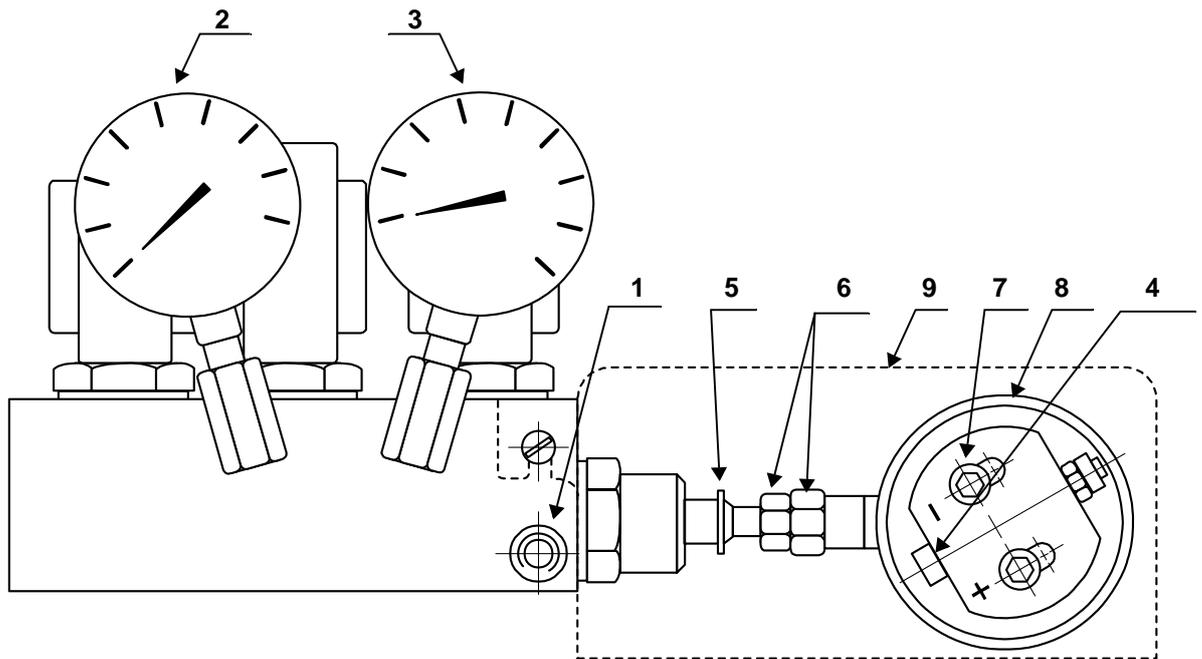

图. 3
改变回油管路上的压力 (压力表 3 图 . 3) 可改变喷嘴的流量 .
- 用手缓慢转动凸轮 1) 图 .5 (连接着可变偏心环 8) 图 .3 并带可变钢带), 可通过压力表 3) 图 .3 检查压力的变化.
回油压力最佳的调节可通过改变偏心环 8) 图 .3 上的 调节螺母和锁紧螺母 6) 图 .3 来进行.
燃烧头的行程对应于偏心环 (8) 图 . 3 和带可变轮廓的凸轮 (1) 图 . 5 的变化 . 燃烧头的位置标注在刻度杆 (2) 图 . 4.